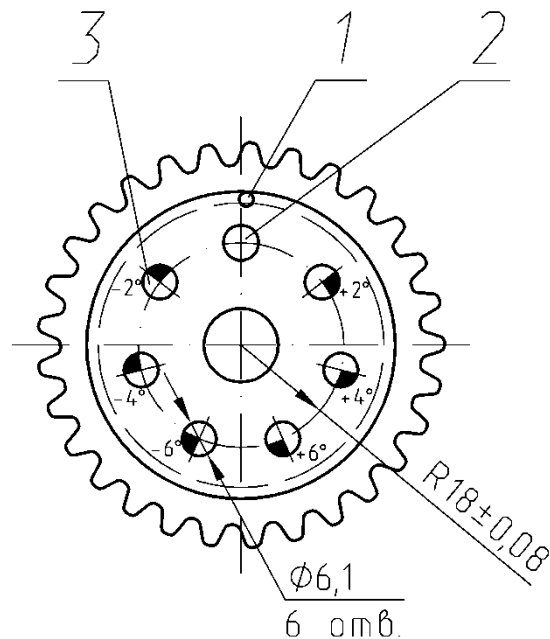

Рисунок 59. Звездочка распределительного вала с дополнительными отверстиями:
5. По установленному на звездочку распределительного вала кондуктору в каждой звездочке просверлить шесть дополнительных отверстий 3 (рис.59) $\varnothing 6,1$ мм с угловыми смещениями 2° , 4° и 6° от номинального положения заводского отверстия 2.